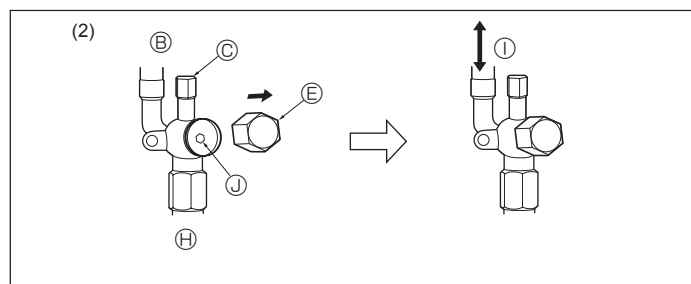

Fig. 4-11
#### (2) Côté liquide (Fig. 4-11)